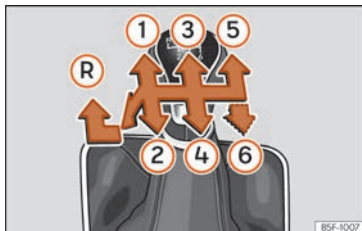

**Fig. 51** Schema di un cambio manuale a 5 marce o a 6 marce.
Nella leva selettoria sono indicate le posizioni delle marce » » » **fig. 51**.
- Per inserire la retromarcia, con la leva selettoria in posizione di folle, spingerla verso il basso, muoverla a fondo a sinistra e quindi in avanti » » » **fig. 51 (R)**.